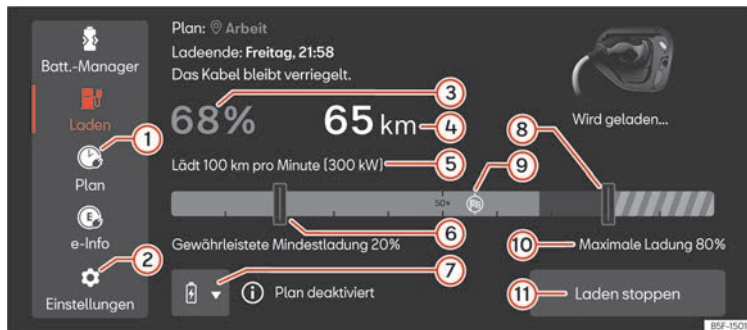

Abb. 64 Im Infotainment-System: Hauptmenü Laden.
2. Drücken Sie die Taste    **(Abb. 64)**.